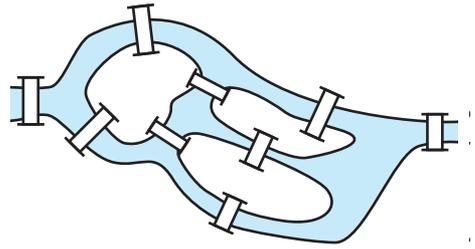

Рис. 45
17. (Задача на составление гамильтонова графа.) Нужно пройти по девяти мостам, побывав на каждом только один раз (рис. 45).